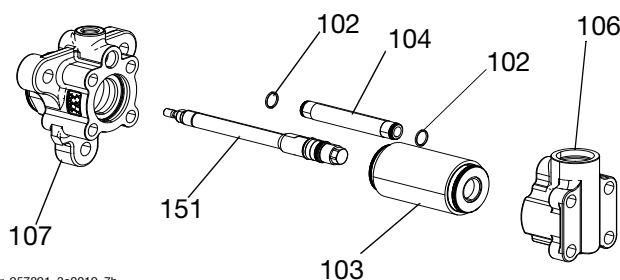

図 13
7. ポンプシリンダ (103) からインレットハウジング (106) を取り外します。ポンプクロスオーバーチューブ (104) と O リング (102) を取り外します。図 13 を参照してください。